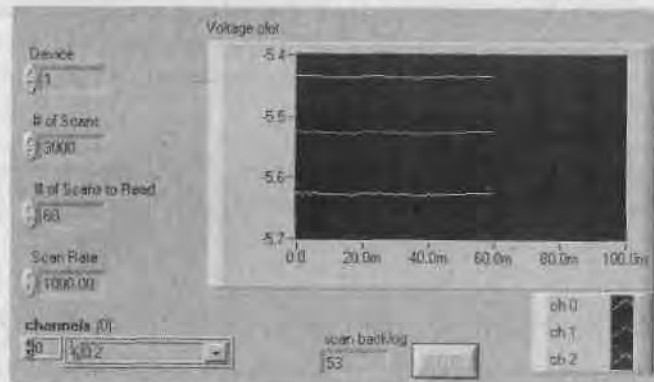
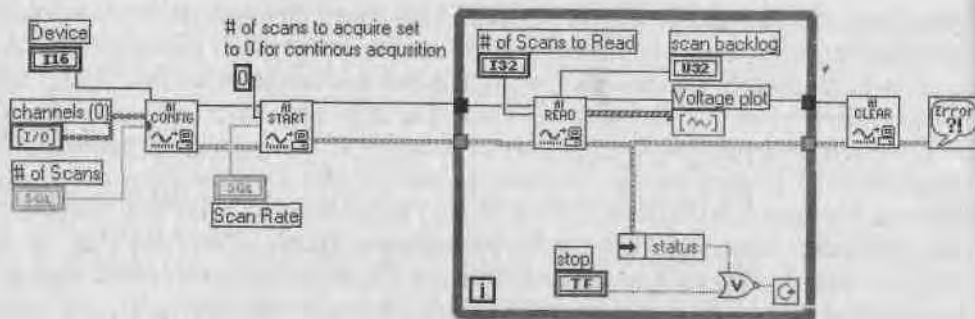

Рис. 11.38
Рис. 11.39
1. Создайте лицевую панель, изображенную на рис. 11.38.
2. Сохраните этот виртуальный прибор как **Continuous Acquisition.vi**. Затем соедините виртуальные приборы аналогового ввода, как показано на рис. 11.39.
3. Сконфигурируйте LabVIEW для непрерывного сбора данных путем соответствующей настройки ВП **АЦП Старт**. Установите опцию **количество опросов сбора данных** (number of scans to acquire) виртуального прибора **АЦП Старт** на 0. Такой режим получения данных называется *асинхронным*. Это означает, что в процессе сбора данных другие операции LabVIEW также могут выполняться. На рис. 11.39 показана блок-диаграмма для лицевой панели, изображенной на рис. 11.38. Виртуальный прибор **АЦП Чтение** вызывается внутри цикла для считывания данных из буфера. Отсюда вы можете отослать данные для построения графика. Виртуальный прибор **АЦП Очистка** останавливает сбор данных, стирает содержимое буфера из памяти компьютера и освобождает ресурсы платы. Обратите внимание, что этот виртуальный прибор (осуществляющий *непрерывный* сбор данных) отличается от ВП для получения осциллограммы (обычный виртуальный прибор буферизованного сбора данных) наличием цикла по условию, константы (0), подключенной к терминалу **количество опросов для сбора данных** виртуального прибора **АЦП Старт** и параметра **количество опросов для чтения** (number of scans to read).